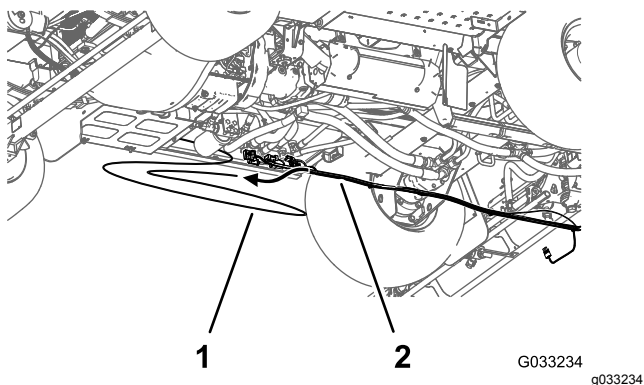

Рисунок 42
7. Отсоедините трубку датчика давления для манометра на приборной панели от заднего жгута проводов машины (Рисунок 42).